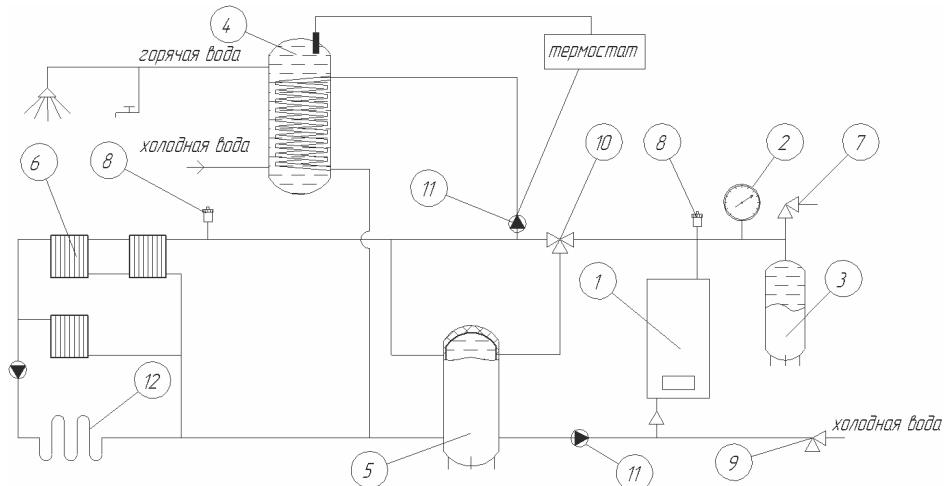

Рисунок 5. Возможная схема системы отопления и ГВС.
6.1.7 Система отопления должна быть спроектирована и смонтирована так, чтобы обеспечить удобство в монтаже и обслуживании прибора и позволять полное осушение системы для проведения ремонтных и монтажных работ. После монтажа тщательно промойте систему водой. Затем произведите полный дренаж системы, чтобы удалить все загрязнения, которые могли в ней остаться. Возможная система отопления изображена на рис. 5.
6.1.8 Система отопления в обязательном порядке должна содержать компенсатор объемного расширения (3) рис.5. Если в качестве теплоносителя использована вода, то суммарный объем экспанзоматов должен составлять не менее 10% от общего её объема в системе. При использовании незамерзающего теплоносителя объем компенсатора объемного расширения рассчитывается в соответствии с эксплуатационными документами на теплоноситель.
6.1.9 В системе должен быть установлен предохранительный клапан (7) рис. 5, рассчитанный на давление 0,3 МПа. Устанавливать запорно-регулирующую арматуру между теплообменной ёмкостью и предохранительным клапаном запрещается!
6.1.10 В верхних точках поднимающихся от выходного патрубка прибора участков трубопровода системы, а также над другими возможными участками системы должен быть установлен автоматический воздухоотводчик (8) рис. 5. Он необходим для удаления газов из системы и исключает возможность работы ТЭНов при отсутствии теплоносителя в теплообменной ёмкости.